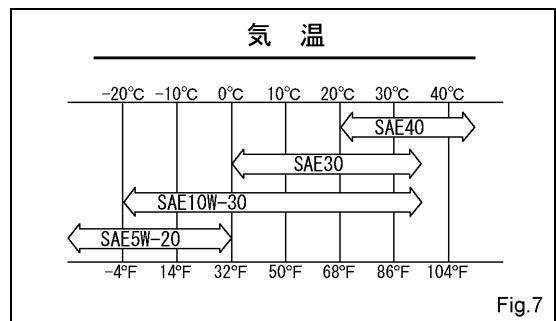

Fig.7
(6) 給油プラグを給油口に差し込み、確実に締め付けて下さい。
(7) エンジンオイルは API 分類 SH 級相当のエンジンオイルを使用温度（気温）によって右図のように使い分けて下さい。(Fig.7)